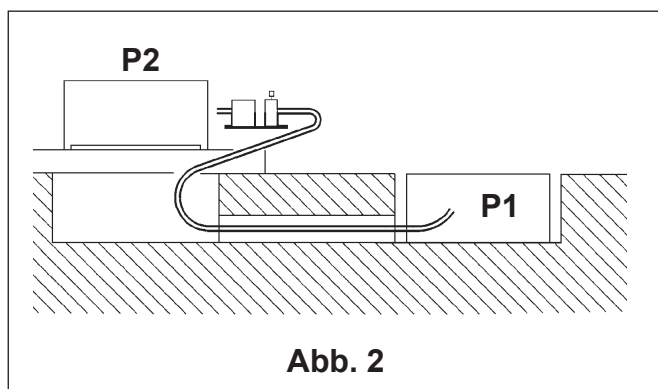

Abb. 2
- Die Verpackung entfernen, die Plattform P1 in der Grube und die Plattform P2 auf Abstandshaltern positionieren (siehe Layout), damit die Hydraulikrohre in die Bodenkanäle (Abb. 2) eingeführt werden können.